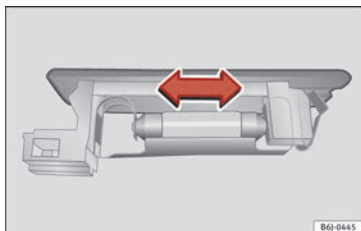

Fig. 195 Luz del maletero.
- Presione la lámpara lateralmente y extráigala del alojamiento » fig. 195.